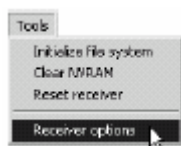

Figura 4-9. Abrir opciones del receptor
- Haga clic en **Herramientas►Opciones Receptor** (Figura 4-9).